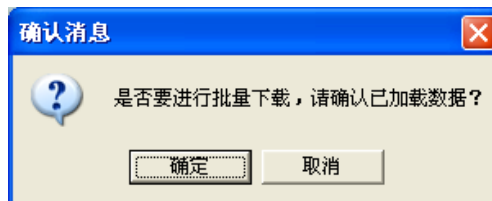

图 4.25 批量下载
- 3) 点击菜单栏中的批量下载按钮，弹出批量下载对话框，如下图 4.25 所示：